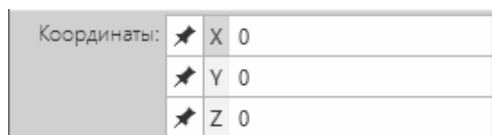

Рис. 5.2. Указание положения начала координат сборки
• Зафиксируйте эту деталь в сборке, совместив начало координат сборки и начало координат ролика. Такого же результата можно достигнуть, если указать на панели координат значения **0** по всем трем осям (рис. 5.2).